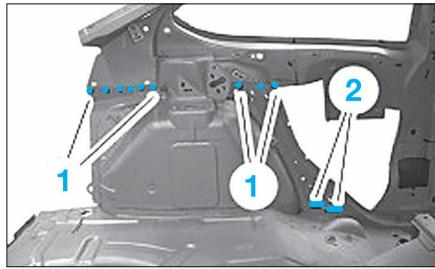
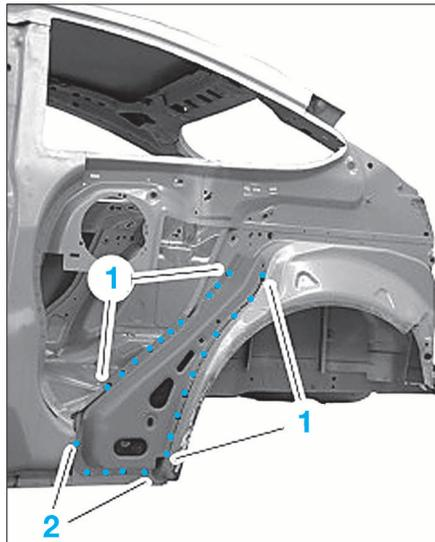

FIG. 79
FIG. 80
- Souder par bouchonnage les points (2).
- Souder par résistance par point les points (1) (Fig.79).
- Souder en cordon continu sous protection gazeuse les zones (2).
- Souder par résistance par points les points (1) (Fig.80) du renfort de passage de roue.